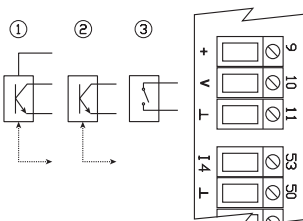

Fig. 15
Además, existe la posibilidad de conectar el cable de comunicación del sensor de caudal a la entrada de señal, la cuarta entrada adicional (53). La Fig. 15 muestra el método de conexión de los sensores de caudal con salida de colector abierto para el sensor que requiere alimentación de el calculador (1), salida de colector abierto (2) y salida de contacto normalmente abierto (3).